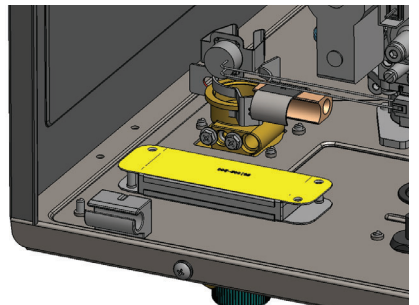

Figure 29 - Options d'orientation de la plaque d'admission d'air
- 6 Repérer la plaque d'admission d'air comme illustré dans la Figure 29. Retirer et conserver les 3 vis qui la fixent à la base du chauffe-eau. La plaque est codée par couleur et doit être tournée de manière à ce que son côté jaune soit orienté vers le haut. L'attacher à l'aide des vis retirées précédemment.